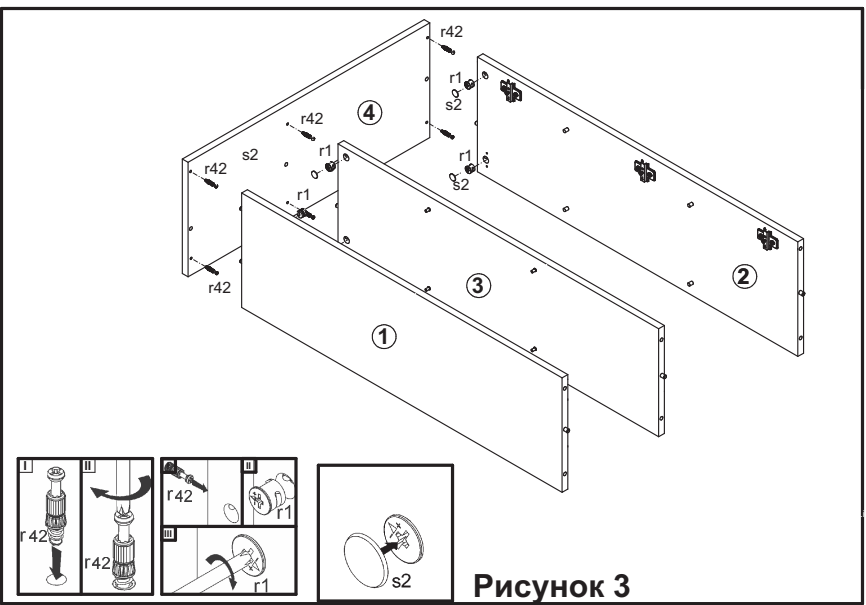

Рисунок 3
6. В отверстия **∅5 мм** на внутренней поверхности щита верхнего **4** вкрутить винты стяжки **r42** (см. рис. 3).